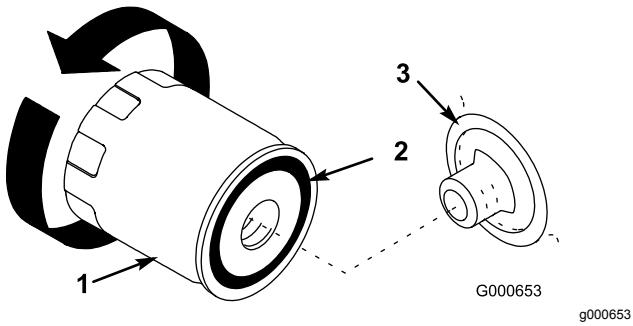

Bild 25
7. Entfernen Sie den Altfilter und wischen die Kontaktfläche am Filteradapter (Bild 25) ab.
10. Ölen Sie die Gummidichtung am Ersatzfilter leicht mit Frischöl ein (Bild 25).
11. Setzen Sie den ErsatzölfILTER auf den Filteradapter auf. Drehen Sie den Ölfilter nach rechts, bis die Gummidichtung den Filteradapter berührt. Ziehen Sie ihn dann um eine weitere halbe Umdrehung an (Bild 25).